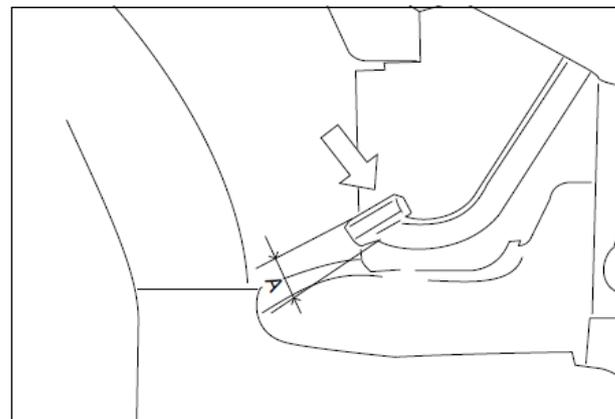

FIG. 231
FIG. 231: Desacople los pedales y controle el recorrido de cada pedal de freno. El recorrido correcto (A) de cada pedal de freno está comprendido entre 30 y 35 mm.